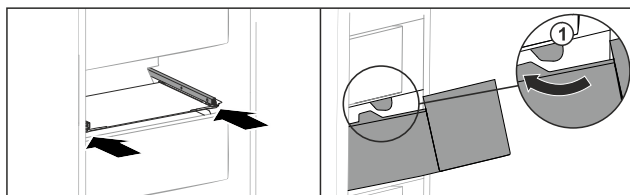

Fig. 238
- Schubfach um die Stopper Fig. 238 (1) herumführen.